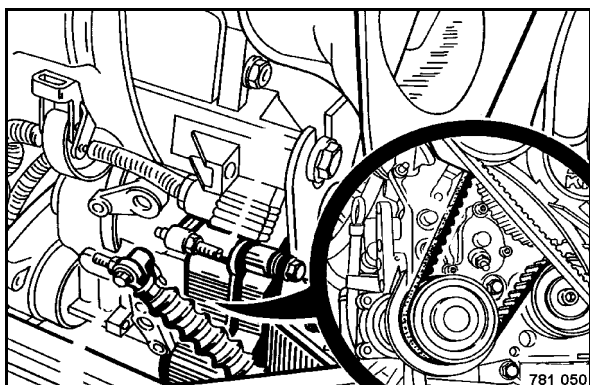

Fig. 184
- Faire remplacer la courroie (Fig. 184) par un atelier spécialisé.